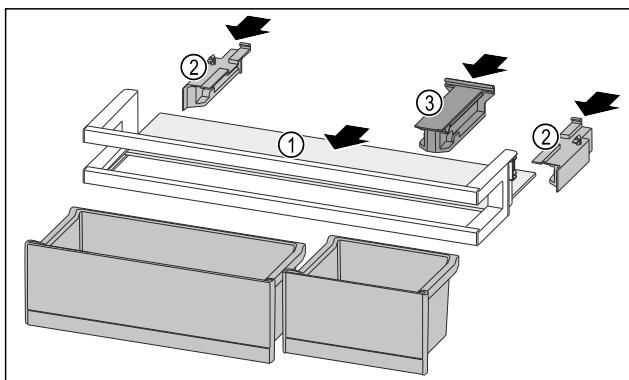

Fig. 175
- Abstellfläche Fig. 175 (1) in die seitlichen Aussparungen einschieben.
- Seitenteile Fig. 175 (2) einsetzen.
- Halteteil Fig. 175 (3) einsetzen.